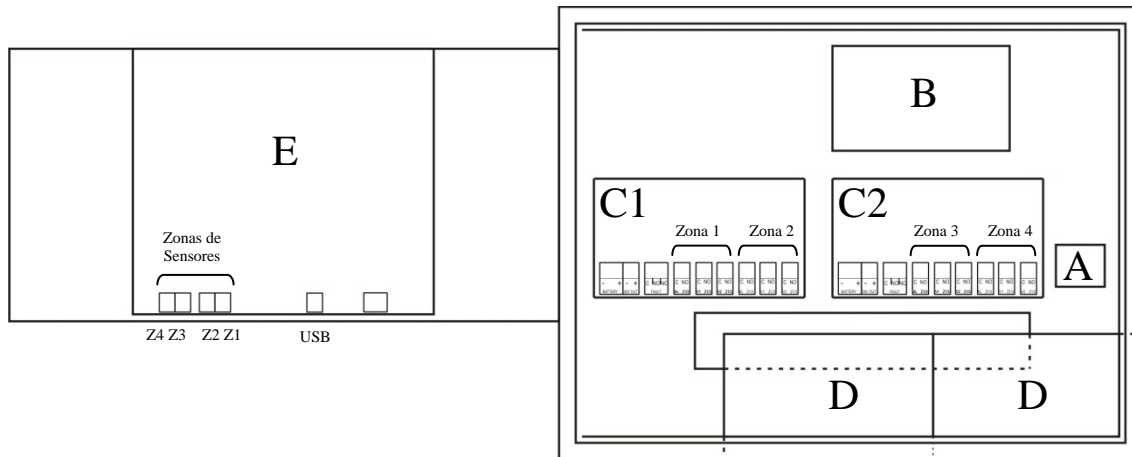

Figura 5: Disposição de elementos na central
Circuito com as regretas de conexão de baterias, ventilações, alarmas, etc, para 1 ou 2 zonas. Nas centrais de 1 ou 2 zonas, é situado na parte inferior do cofre na zona central esquerda (C1 na figura 5). Nas centrais de 3 ou 4 zonas, tem uma segunda placa de fonte situada na zona central direita (C2 na figura 5). A placa de fonte esquerda C1 fica conectada com a fonte comutada. Adicionalmente, se a central dispõe de 2 placas de fonte (C1 e C2), estas também ficam conectadas entre si.
A alimentação da central realiza-se através da regreta A da figura 5 com uma tensão de 110~230V ± 10% 50 – 60 Hz. A conexão deve ser feita por 3 fios de secção mínima de 1,5 mm sendo obrigatória a conexão do cabo a terra ao borne de alimentação da central. O fio da linha passa por um fusível. O consumo máximo numa central é de 70 W. A conexão vai ser feita de acordo com a etiqueta situada na parte inferior do cofre.
No caso de modelos DVB, essa regreta vai ser conectada com as baterias. Só fica ativa na placa C1 (Ver figura 5).
Saída auxiliar de 30 Vdc com capacidade máxima de 1 A. Permite alimentação de dispositivos como por exemplo sirenes (ver figura 7). Esta saída fica protegida por um fusível auto-rearmável e realiza supervisão de tensão, consumo e linha cruzada. Só fica ativa na placa C1 (Ver figura 5).
Saída de contato seco não supervisada de avaria com capacidade de 1 A (30 Vdc – 230 Vac). Só fica ativa na placa C1 (Ver figura 5). Será acionado sempre que ocorra uma avaria no sistema ou não tenha alimentação (o contato Comum-Normalmente aberto (NO) do relé fica curto-circuitado indicando AVARIA). Só fica desativado quando não há nenhuma avaria no sistema e a central é alimentada (o contato Comum-Normalmente aberto (NO) do relé é electricamente aberto).
Saída de contato seco com contato comum (C)-Normalmente aberto (NO) com capacidade de 1 A (30 Vdc – 230 Vac). Corresponde com a saída de alarme da zona 1, 2, 3 ou 4 dependendo da posição na placa, e da placa no cofre (ver figura 5).
Saída de contato seco com contato comum (C)-Normalmente aberto (NO) com capacidade de 1 A (30 Vdc – 230 Vac). Corresponde com a saída de ventilação 1 da zona 1, 2, 3 ou 4 dependendo da posição na placa, e da placa no cofre (ver figura 5).
Saída de contato seco com contato comum (C)-Normalmente aberto (NO), com capacidade de 1 A (30 Vdc – 230 Vac). Corresponde com a saída de ventilação 2 da zona 1, 2, 3 ou 4 dependendo da posição na placa, e da placa no cofre (ver figura 5).